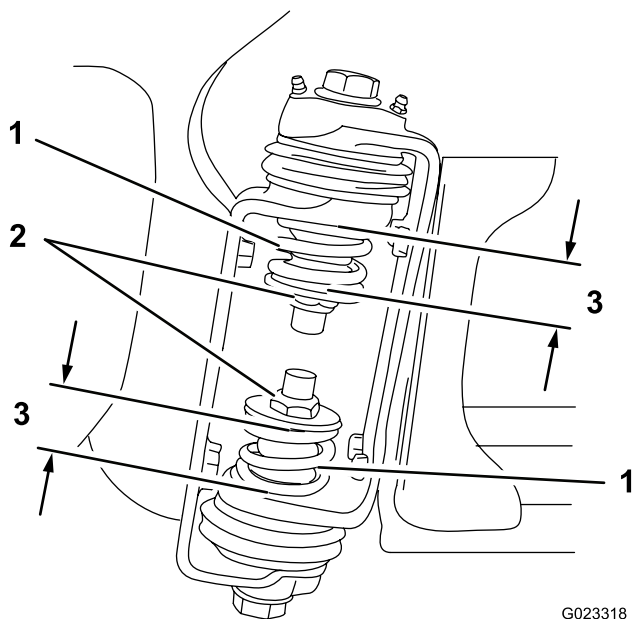

Figura 16
2. All'altezza della cerniera della barra, misurate la compressione delle molle superiori e inferiori mentre le barre sono prolungate (Figura 16).